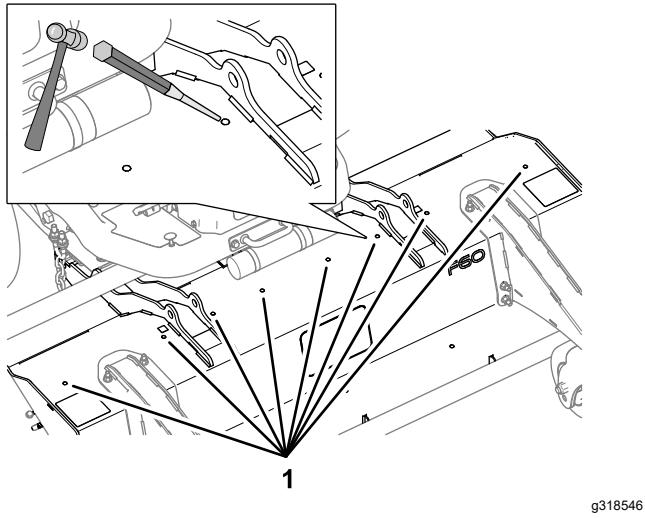

Figure 3
- Identifiez les 8 obturateurs prédécoupés au sommet du plateau (Figure 3).
- Avec un pointeau et un marteau, retirez les 8 obturateurs prédécoupés au sommet du plateau (Figure 3).